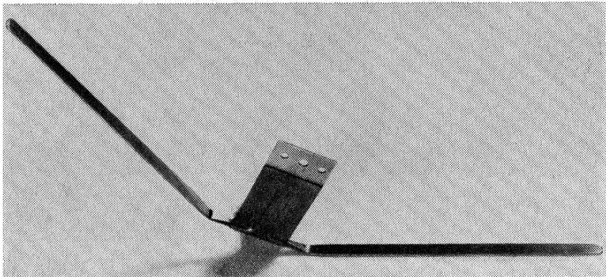

Abbildung 23
- Der Einstreichfuss (Abbildung 23) dessen Maschen-einstreichdraht ein Rechteckprofil aufweist und spe-ziell für Gesticke auf einem Nadelbett passt.